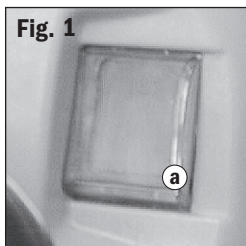

Fig. 1
La protezione sull'interruttore trasparente **(a)** impedisce l'accensione accidentale della fresatrice **Fig. 1**.
1. Girare l'interruttore di accensione **(b)** su "off", facendo chiudere la protezione **(a)** (**Fig. 1**). (La protezione si chiude e si blocca quando il blocco boccola è inserito.)